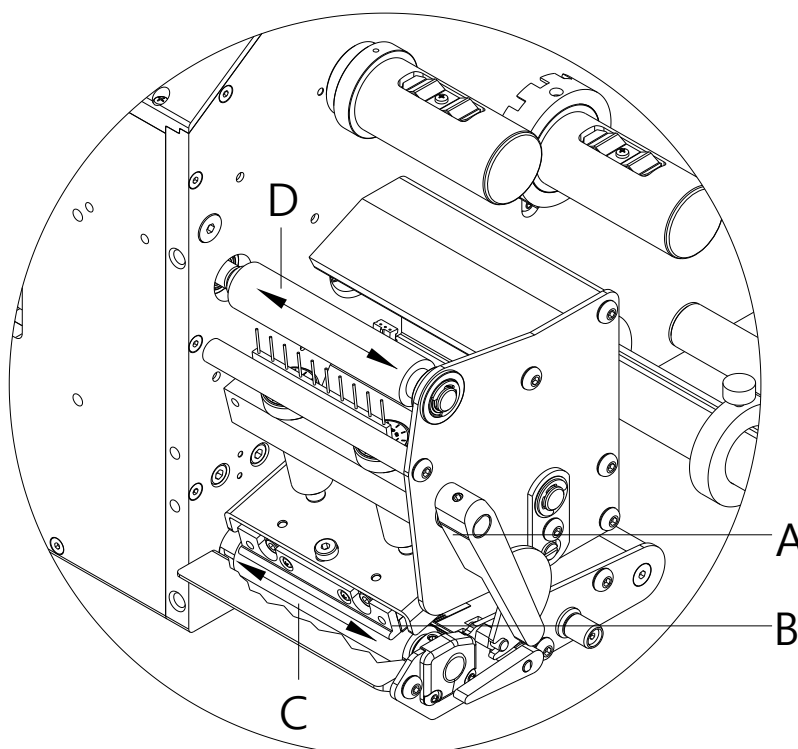

Figura 3
1. Gire la palanca negra (A, Figura 3) en sentido contrario a las agujas del reloj para levantar el cabezal de impresión.
6. Para cerrar el cabezal de impresión, gire la palanca (A, Figura 3) en el sentido de las agujas del reloj, hasta que encaje.
1. Gire la palanca (A, Figura 3) en sentido contrario a las agujas del reloj para levantar el cabezal de impresión.
3. Efectúe un soplado de la fotocélula (A) con un pulverizador de gas comprimido.
4. Adicionalmente, puede eliminar la suciedad en la barrera óptica (A) con un cartón de limpieza (B) humedecido previamente con limpiador de cabezales y cilindros de impresión.